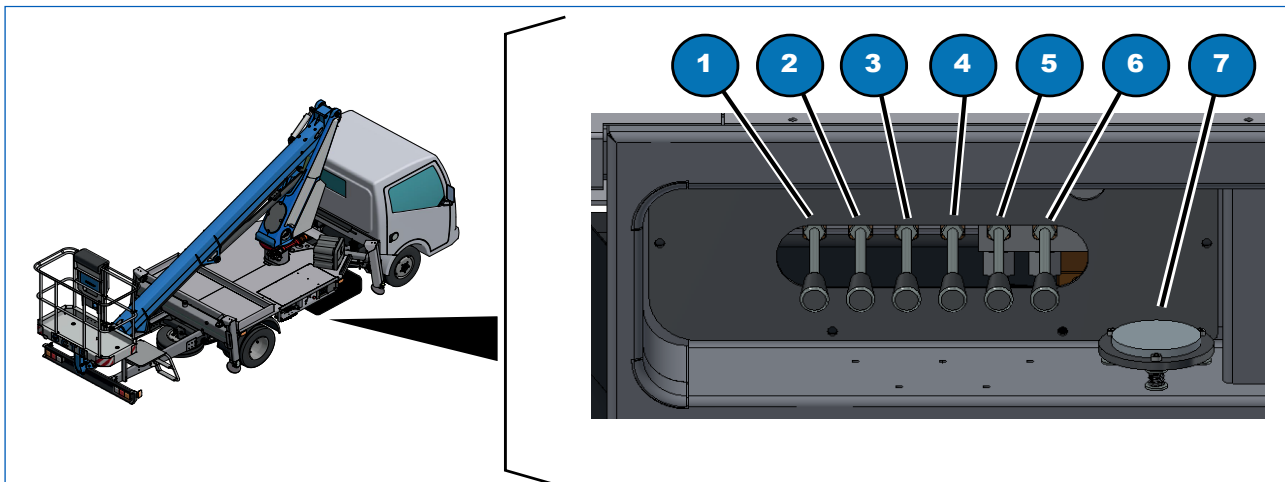

Fig. 6.3
- Faire descendre les poutres des stabilisateurs en actionnant les leviers en alternance (Fig. 6.3, 5 et 6). En les actionnant vers le bas, on obtient l'extension des poutres et vers le haut, on les fait rentrer.
- Faire descendre les stabilisateurs en actionnant les leviers en alternance (Fig. 6.3, 1, 2, 3 et 4). En les actionnant vers le bas pour faire sortir les stabilisateurs et vers le haut pour les faire rentrer. Faire sortir complètement les stabilisateurs afin de soulever le porteur et libérer complètement les suspensions ;
- Observer le niveau à bulle (Fig. 6.3, 7) situé sous les commandes des stabilisateurs et mettre parfaitement à niveau le porteur en actionnant les leviers des stabilisateurs de façon appropriée. La machine est parfaitement à niveau lorsque la bulle d'air qui se trouve à l'intérieur de l'indicateur est dans la zone centrale (0°) ;
- Contrôler que les voyants sont allumés (Fig. 6.3, 1, 2, 3 et 4), ils indiquent qu'il est possible de hausser le bras.
L'allumage du voyant n'indique pas la stabilisation correcte du porteur qui est uniquement déterminée par le niveau à bulle (Fig. 6.3, 7).
- faire rentrer les stabilisateurs en fin de course en actionnant alternativement les leviers (Fig. 6.3, 1, 2, 3 et 4) ; faire rentrer les poutres en fin de course en actionnant alternativement les leviers (Fig. 6.3, 5) ;